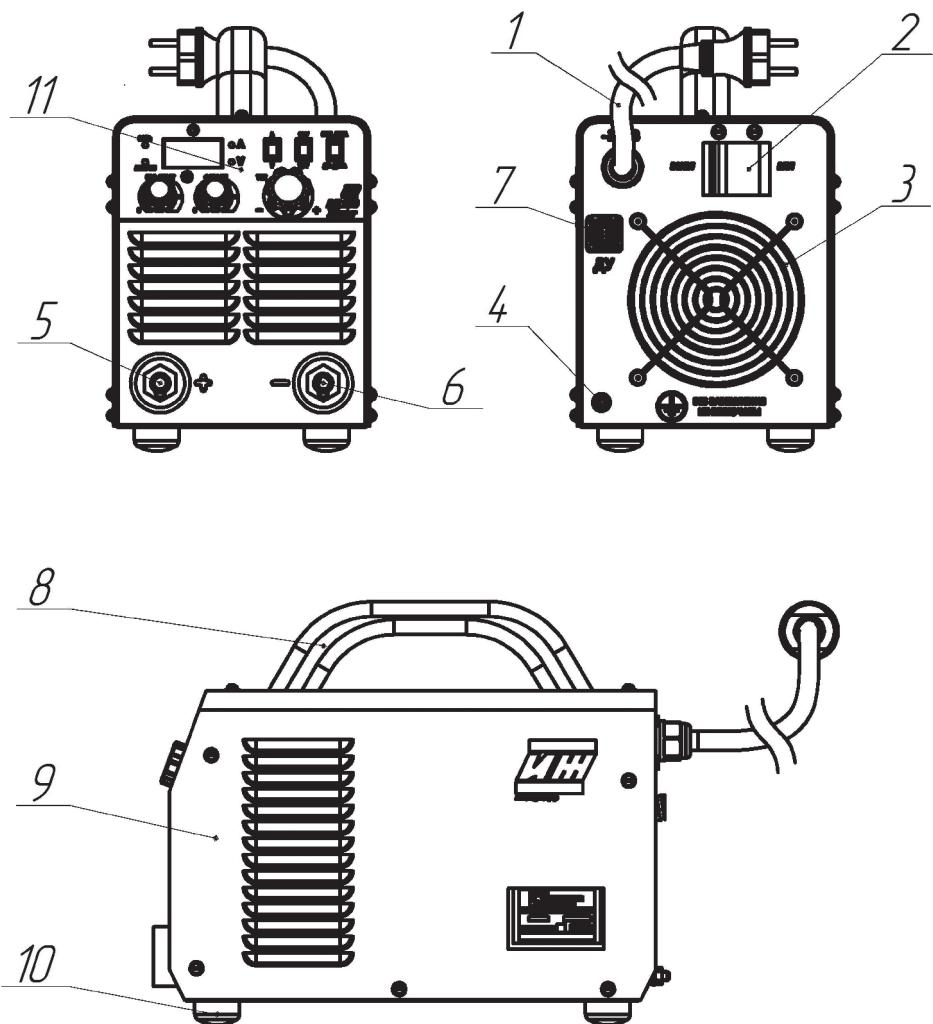
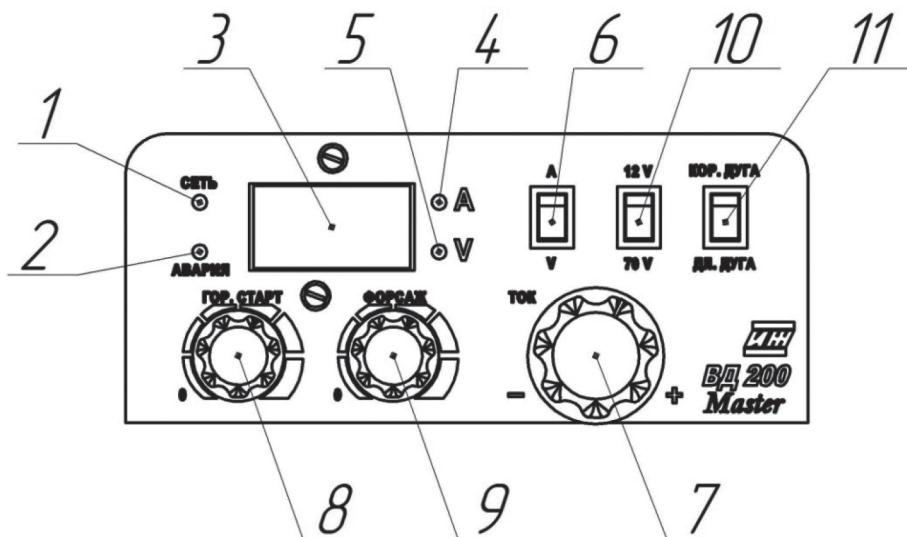

Рисунок 1 – Внешний вид и основные узлы:
Рисунок 2 – Панель управления:
На дисплее выпрямителя (рис.2, п.3) отображается информация об установленном сварочном токе, текущем сварочном токе (токе протекающем непосредственно во время сварки), текущем напряжении и функциях «горячий старт» и «форсаж дуги».
Для того чтобы настроить сварочный ток необходимо установить переключатель отображаемой величины (рис.2, п.6) в положение «A». Загорится индикатор «A» (рис.2, п.4) и на дисплее будет отображаться установленный сварочный ток в Амперах. Изменить установленный сварочный ток можно вращением ручки регулировки тока (рис.2, п.7).
Для того чтобы посмотреть текущее напряжение в сварочной цепи необходимо установить переключатель отображаемой величины (рис.2, п.6) в положение «V». Загорится индикатор «V» (рис.2, п.5) и на дисплее будет отображаться текущее напряжение в Вольтах.
Настройки функций «Горячий старт»(HOT-START) и «Форсаж дуги» (ARCFORCE) представлены в виде регулировочных резисторов (рис.2, п.8) и (рис.2, п.9) соответственно, имеющих шкалу на панели управления. Однако более точно их значение отображает дисплей. При вращении ручек регулировки этих функций он автоматически отображает значение изменяемой величины в процентах (от 0 до 100) и через 2 секунды возвращается к показаниям тока или напряжения (в зависимости от настроек пользователя).
Данная функция снижает напряжение холостого хода до уровня менее 12 Вольт для избежания поражения электрическим током во время проведения работ в опасных средах (высокая влажность, металлические ёмкости и т.п.). Активируется переключателем «БСН» (VRD) (рис.2, п.10) в положении «12V». В положении переключателя «70 V» величина холостого хода имеет стандартное значение.
Данная функция предназначена для уменьшения длины сварочной дуги до 2-3 диаметров электрода. Активируется переключателем «Короткая дуга» (рис.2, п.11) в положении «КОР. ДУГА». Рекомендуется для угловых швов или сварки «с отрывом» и т.д. В положении переключателя «ДЛ. ДУГА» дуга имеет длину 4-5 диаметров электрода.
5. Автоматический выключатель выпрямителя (рис.1, п.2) установить в положение «ВЫКЛ»
8. Установить автоматический выключатель выпрямителя (рис.1, п.2) в положение «ВКЛ», проконтролировать работу выпрямителя — по светящемуся индикатору «СЕТЬ» (рис.2, п.3). Установить переключатель режима отображения величины (рис. 2, п.6) в положение «A». Установить необходимое значение сварочного тока с помощью ручки регулировки тока (рис.2, п.7).